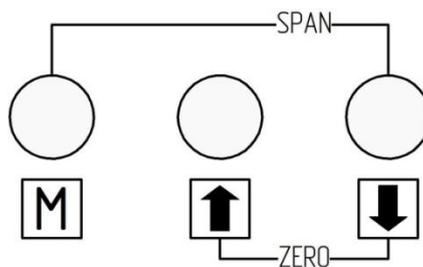

Рисунок 4 – Модуль кнопок ввода
1.5.1 Настройка параметров датчика давления может осуществляться при помощи кнопок ввода (рисунок 4), расположенных на устройстве.